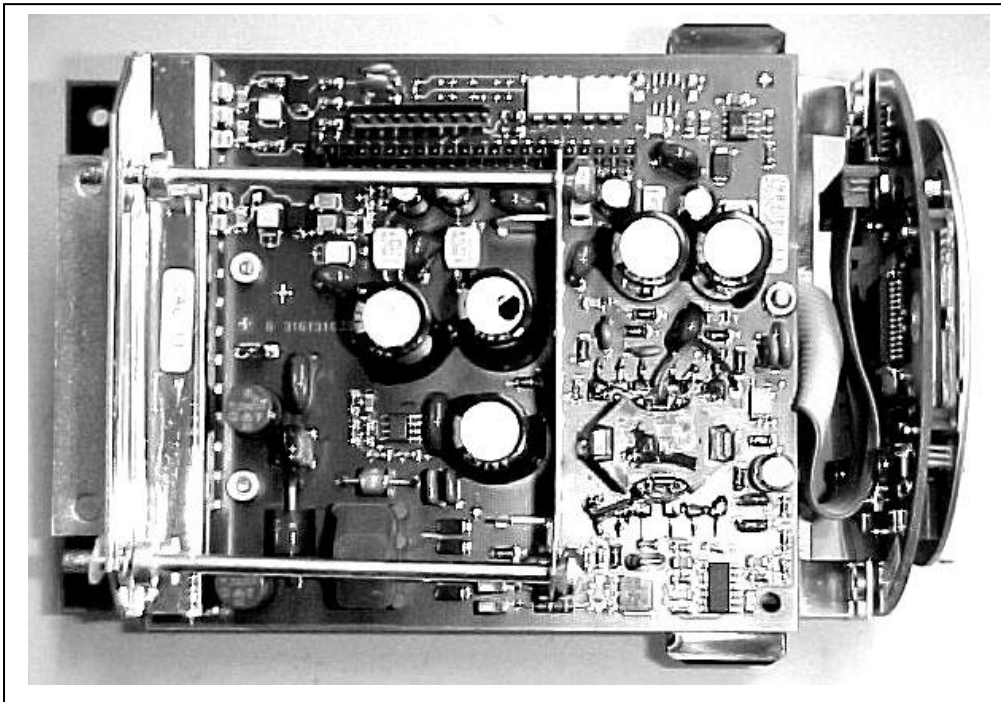

Figura 5: Fonte de alimentação do UFC 030, 100 ... 240 VCA versão.
3. O porta-fusível, no qual o fusível de alimentação de acordo com IEC 127-2 tamanho Ø5 x 20 mm está montado, agora está acessível para substituir o defeito fusível de alimentação por um novo fusível com a mesma classificação de T 0,8 A / 250 V . Consulte a figura 5 para mais detalhes.